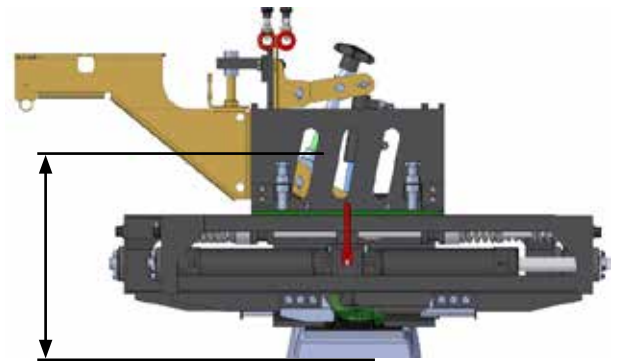
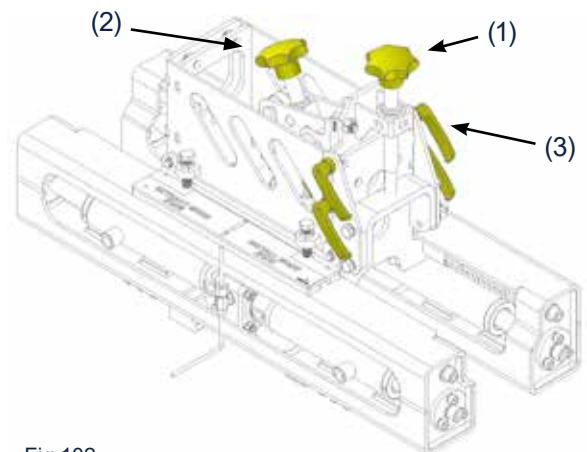
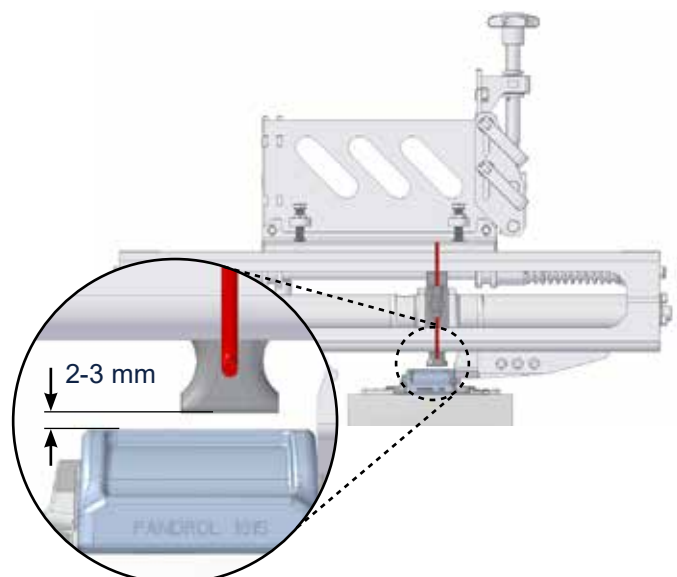

Fig 101. Parallel with the rail
Fig 102.
Fig 103.
2. Tournez le bouton (1), Fig 102 pour régler la hauteur jusqu'à ce que la tête de travail soit parallèle au rail, Fig 101.
4. Réglez finement la hauteur en tournant le bouton (2) Fig 102. Lorsqu'il est correctement réglé, le crochet double doit mesurer 2-3 mm au-dessus de l'épaule Fig 103.